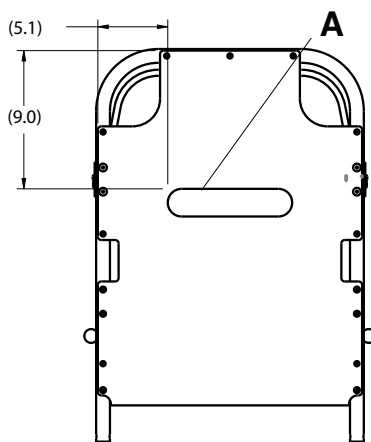

Figura 1 – Aplicar el Velcro al respaldo Fowler
6. Quite el papel protector del **Velcro** (A) y aplique el **Velcro** a la superficie del respaldo Fowler (Figura 1).